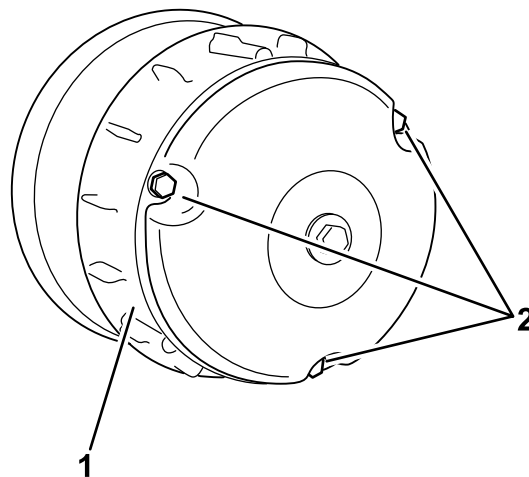

Рисунок 41
3. Отверните три болта крепления крышки сцепления и снимите крышку (Рисунок 41).